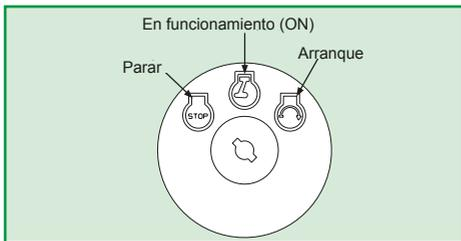

Figura 11
El interruptor de arranque es responsable por encender el motor. Inserte la llave y gire en el sentido del reloj hasta la posición de arranque (START). Deje la llave en la posición encendido (ON) después que el motor estuviere encendido. Ver Figura 11.